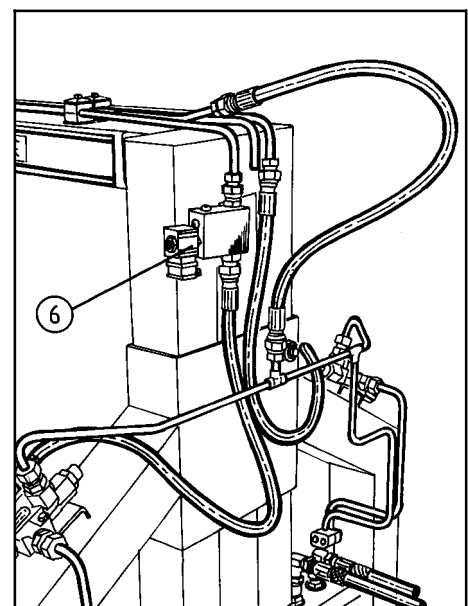

Fig. 14-3
En revanche, à vitesse normale, l'électrovanne, (pos. 6, fig. 14-3), s'ouvre également, de façon à ce que l'huile ne traverse pas la buse.
- b) La soupape de sécurité, (S3, fig. 14-3), peut avoir des fuites. Dans ce cas, l'huile ne parvient pas au moteur du bras. **Démontez et vérifiez que l'obturateur n'est pas bloqué.**